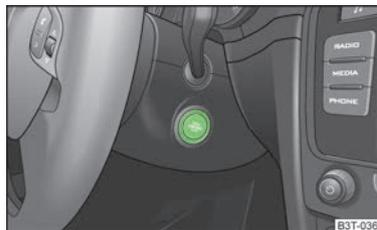

Abb. 114
- Den Motor abstellen bzw. die Zündung durch Drücken des Starterknopfes ausschalten » Abb. 114.
➤ Den Starterknopf » Abb. 114 auf Seite 109 kurz drücken, die Zündung wird eingeschaltet.
➤ Den Starterknopf » Abb. 114 auf Seite 109 kurz drücken, die Zündung wird ausgeschaltet.
➤ Den Starterknopf » Abb. 114 auf Seite 109 für länger als 1 Sekunde oder zweimal innerhalb von 1 Sekunde drücken.
➤ Den Starterknopf » Abb. 114 auf Seite 109 gedrückt halten, bis der Motor anspringt.
- Durch Drücken des Starterknopfes » Abb. 114 auf Seite 109 den Motor abstellen, gleichzeitig schaltet sich auch die Zündung aus.